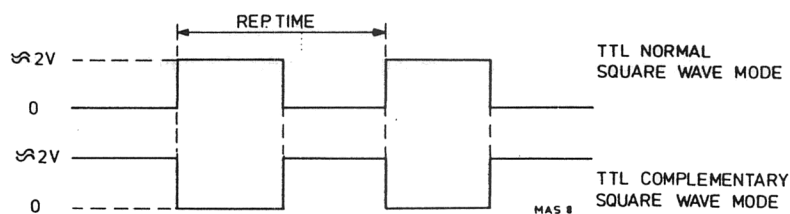

Abb. VI-5. Rechteckimpulsbetrieb
- Das Oszilloskop zeigt dann einen normalen und den dazu komplementären TTL-Impuls nach Abb. VI-5.